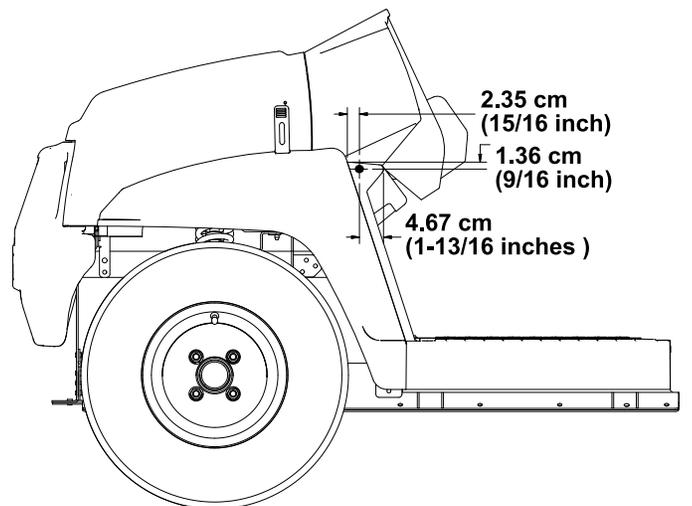

Figure 24
2. En vous aidant des dimensions indiquées à la Figure 24, percez 1 trou (5/16") à l'extérieur du repose-pied sur les côtés droit et gauche de la machine.